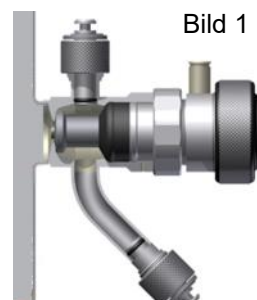

Bild 1
- ◆ Ventil geschlossen (Bild 1)